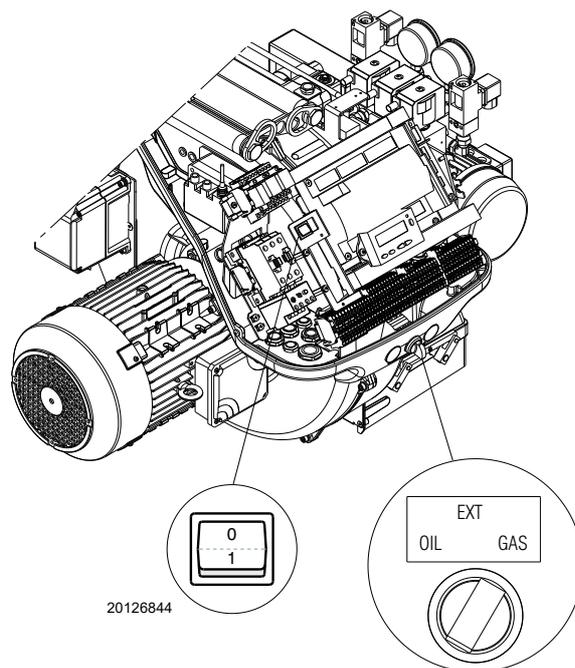

Fig. 39
- 1 avec le sélecteur «OIL-EXT-GAS» (Fig. 39);